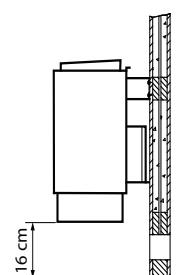

Рис. 6
4. Подвесьте пеку сауны приемными штифтами задней стенки на кронштейн и плотно придвиньте ее к дистанционному держателю (рис. 6).